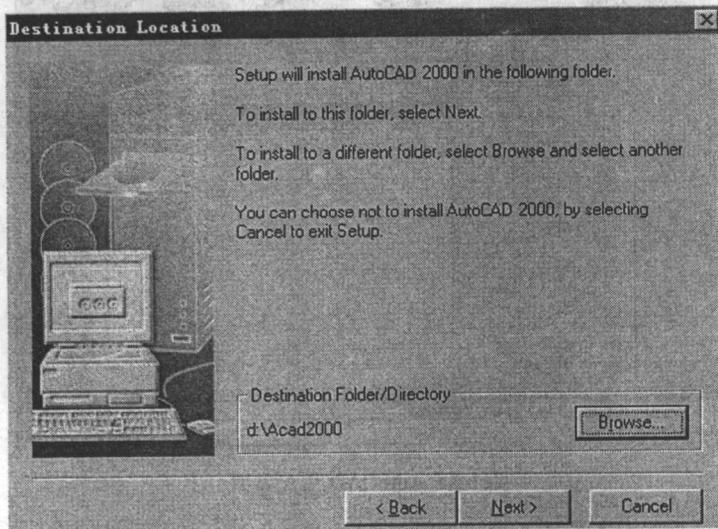

图 1-1 “安装程序”对话框
- (1) 将 AutoCAD 2000 安装光盘插入光驱，如果正在运行 Windows，则插入光盘后将自动运行 Autorun 程序，开始安装过程。需停止运行 Autorun，可在插入光盘时按住 Shift 键。也可手动安装，只需比自动安装多一步运行 Setup 即可执行程序。
- (2) 安装程序时首先安装“安装向导”，在“欢迎”对话框中选择“下一步”继续安装，并在提示后选择“接受”。
- (3) 在“序列号”对话框中，输入序列号和 CD 号，这两个号码打印在光盘包装盒上，它们与申请授权有关。
- (4) 在“用户信息”对话框中，输入使用人的姓名、单位等。“用户信息”对话框将重新显示刚刚输入的信息。
- (5) 在“目标位置”对话框中(如图 1-1 所示)，可指定软件的安装位置为缺省文件夹(如：C:\Program Files\AutoCAD 2000)；或者选择浏览，在“选择目录”对话框中指定其他文件夹(如：D:\AutoCAD 2000)，如果指定的文件夹不存在，则“安装文件”会提示要求创建此文件夹，选择“是”，来创建不存在的文件夹。